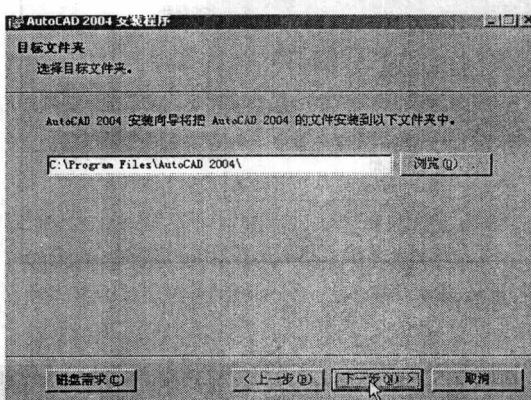

图 1-6 Desination Folder 对话框
- ⑩ 单击“下一步”按钮，弹出 Desination Folder 对话框。该对话框要求确定将 AutoCAD 应用程序安装至哪个文件夹中，用户可单击“浏览”(Browse)按钮更改默认路径。如图 1-6 所示。